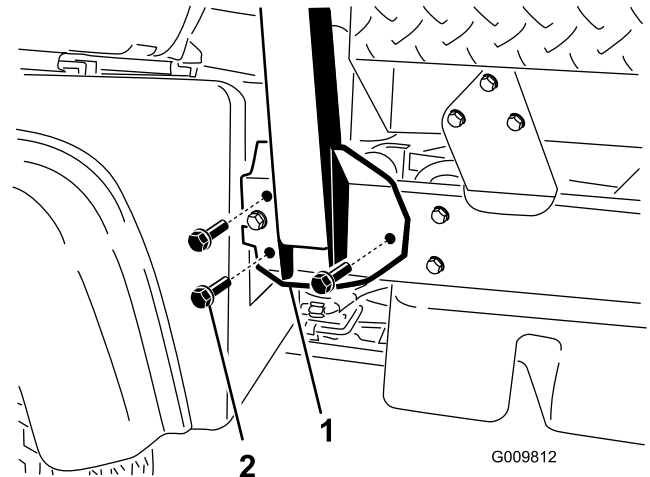

Figura 3
2. Alinhe cada lado da barra de segurança com os orifícios de montagem em cada lado do chassis da máquina (Figura 3).
3. Fixe o suporte de montagem da barra de segurança ao chassis da máquina com três parafusos de cabeça flangeada ($\frac{1}{2}$ x $1\frac{1}{4}$ pol.) em cada lado (Figura 3).